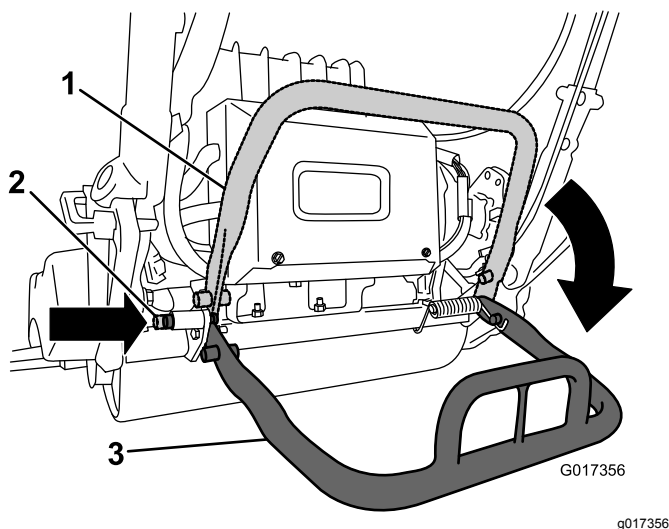

Bild 30
- Senken Sie den Ständer ab und drücken den Arretierstift ein, um ihn in der WARTUNG-Stellung zu arretieren, damit die Maschine nicht nach hinten kippt, wenn Sie die Spindel entfernen (Bild 30).